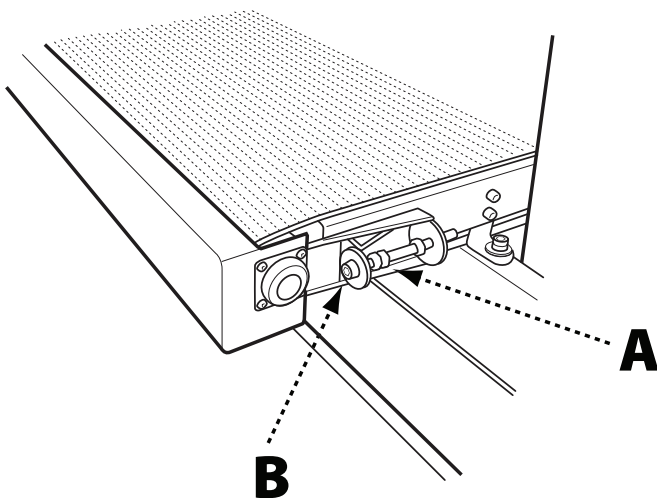

FIG. 8
2. Afloje la tensión sobre la cinta de alimentación aflojando las tuercas de sujeción (A) en los pernos de ajuste de la cinta de alimentación (Fig. 8) y luego ajustando los pernos de ajuste de la cinta de alimentación (B) hasta que estén lo suficientemente flojos como para quitar el ensamblado de la cinta de alimentación.